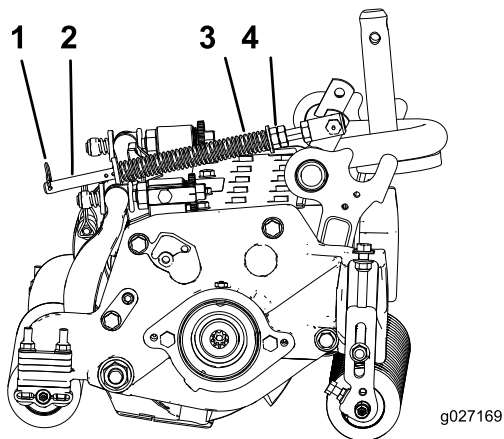

图 16
1. 确保发卡销安装在弹簧杆的后孔内 图 16。
2. 拧紧弹簧杆前端的六角螺母直至压缩后的弹簧长度为 159mm 图 16。